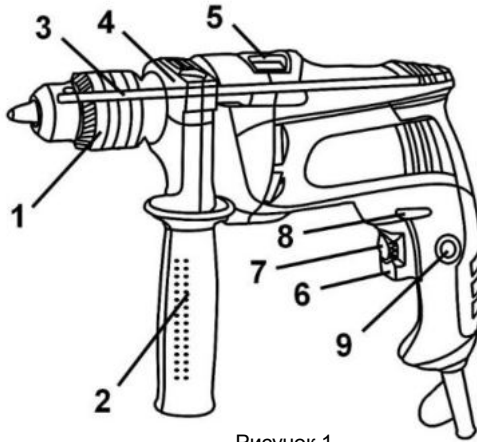

Рисунок 1
Виріб має два режими свердління: ударно-обертальний і обертальний. Перемикач режимів роботи виробу здійснюється переведенням перемикача (5) (див. рис.1) У крайні позиції до
4.2 Виберіть необхідний режим роботи виробу за допомогою перемикача (5) (див. рисунок 1). Перемикач режимів роботи виробу здійснюється переведенням перемикача (5) (див. рис. 1) з одного крайнього положення в інше в бік відповідного символу режиму роботи:
- ударно-обертальний режим - перемикач (5) повинен бути переведеним до упору у бік символу **T**;
- обертальний режим - перемикач (5) повинен бути переведеним до упору у бік символу **2**.